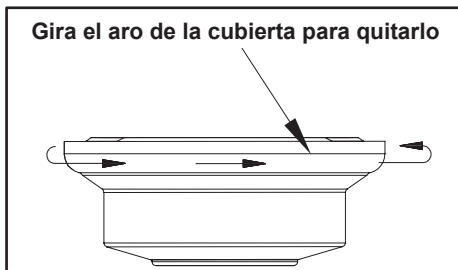

Figura 5
1. Retira el aro de la cubierta, girándolo hacia la derecha hasta que se libere. (Figura 5)